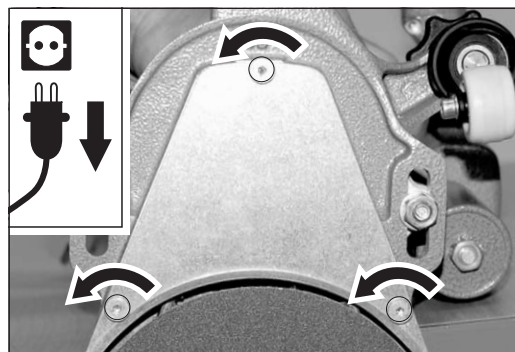

Abb. 35 Die drei Schrauben am Vorsatz entfernen.
- Entfernen Sie mit einem Schraubendreher die drei Schrauben, mit denen das Abdeckblech am Vorsatz befestigt ist (Abb. 35). Nehmen Sie das Abdeckblech ab.